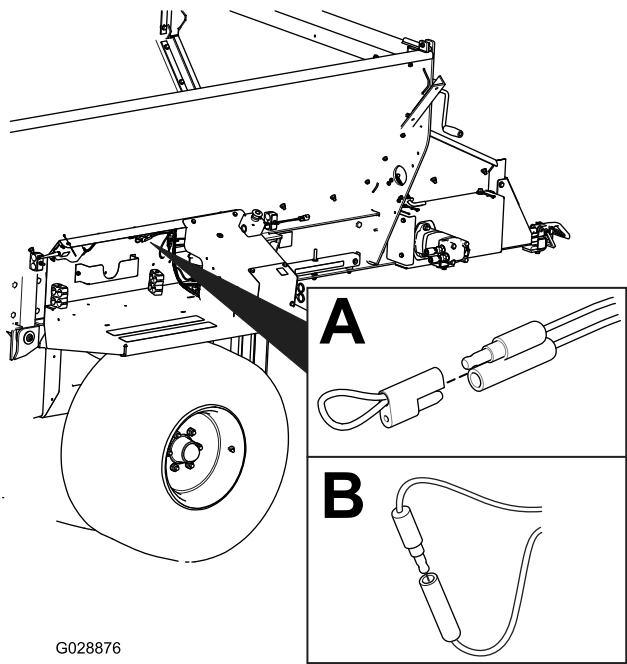

Figura 64
2. Saque el tapón con tira de unión de los dos conectores de diagnóstico desviados (Figura 64, A).
3. Conecte entre sí los conectores de derivación diagnósticos (Figura 64, B).